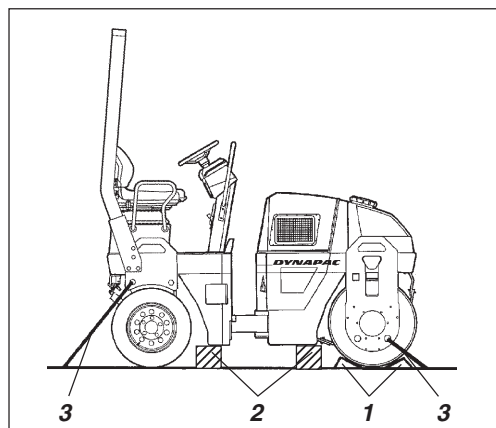

Fig. 38 Trasporto del rullo
1. Togliere il perno centrale (1) (fig. 38) con un cacciavite.
2. Svitare l'attrezzo del freno (1) dal relativo foro filettato. Applicare l'attrezzo del freno (1) nel foro centrale serrando la vite (2) a battuta nel foro. Serrare il dado (3) sull'attrezzo del freno finché non si avverte una certa resistenza. A questo punto il freno è disinserito.
4. Riallentare il dado dopo il traino. I freni tornano alla posizione normale. Svitare quindi l'attrezzo del freno e reinserirlo nel relativo foro. Riapplicare il perno centrale (1) per prevenire ossidazione all'interno del foro filettato.